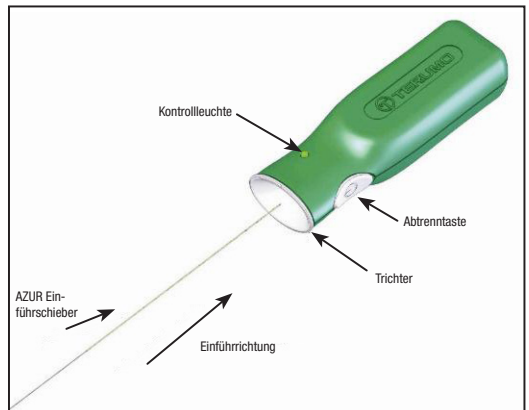

Abbildung 2 – AZUR Abtrennregler
14. Vor der Verwendung des Produkts das proximale Ende des Einführschiebers aus der spiralförmigen Verpackung entnehmen. Darauf achten, dass dieses Ende des Einführschiebers nicht mit Fremdstoffen wie Blut oder Kontrastmittel verunreinigt wird. Das proximale Ende des Einführschiebers fest in den Trichterabschnitt des AZUR Abtrennreglers einführen (siehe Abbildung 2). **Zu diesem Zeitpunkt nicht den Abtrennknopf drücken.**
34. Das proximale Ende des Einführschiebers mit dem AZUR Abtrennregler verbinden, indem das proximale Ende des Einführschiebers frei in den Trichterbereich des AZUR Abtrennreglers eingebracht wird (siehe Abbildung 2).